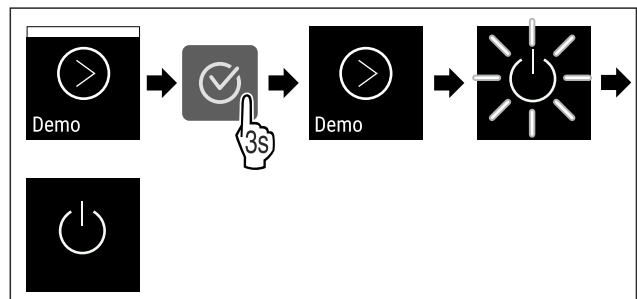

Fig. 112
- ▶ Провести етапи операцій (див. Fig. 112) .